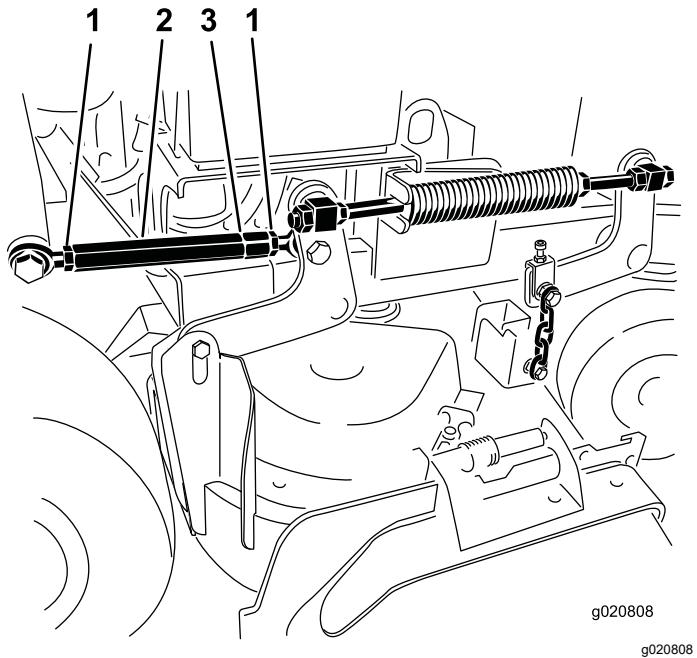

Figure 83
4. Desserrez les écrous de blocage à chaque extrémité du tendeur (Figure 83).
- Remarque:** L'extrémité du tendeur portant la gorge est filetée à gauche (Figure 83).